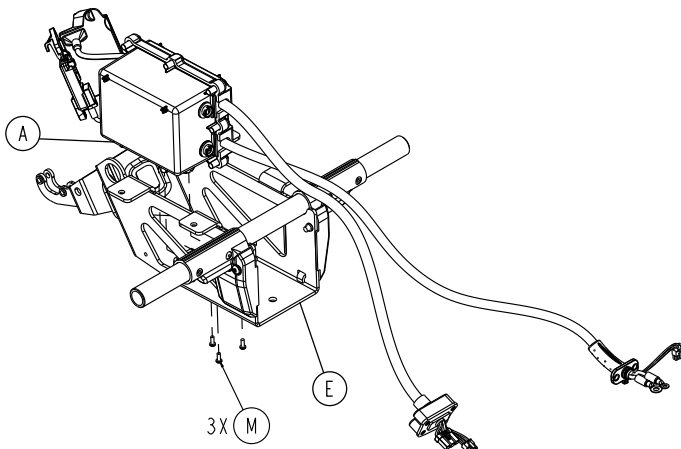

Figure 95 – Retirer les vis de l'ensemble de boîtier HBC
24. À l'aide d'une clé Torx T25, retirer les trois vis de taraudage à tête cylindrique (M) qui fixent l'ensemble de boîtier HBC (A) au support de cage alvéolée (E) (Figure 95). Conserver les vis.